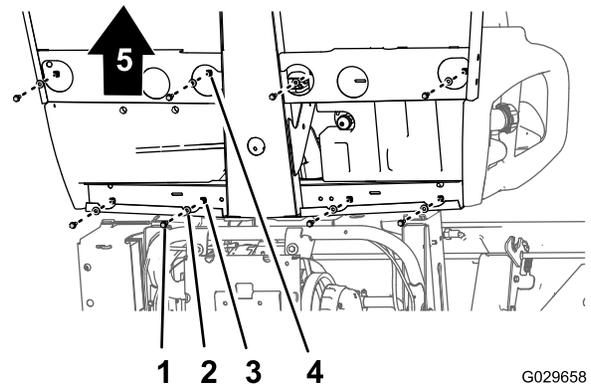
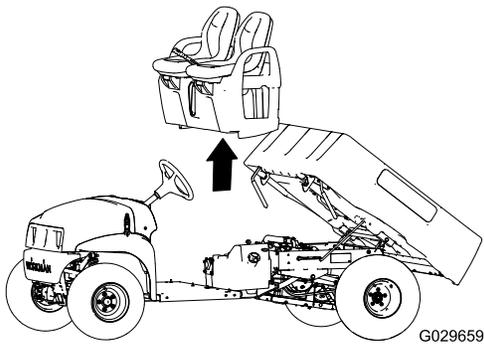

图 47
图 48
1. 在机器的底部卸下将座椅底座固定至底板和后驾驶室通道上的 8 个凸缘头螺栓和 8 个垫圈图 47。
2. 小心从机器中提起座椅、座椅底座和手刹拉索图 47。
- 将座椅和座椅底座提到机器上并将刹车拉索与机箱对齐图 47和图 48。
- 将座椅底座中的孔与底板和后驾驶室通道中的孔对齐图 47和图 48。